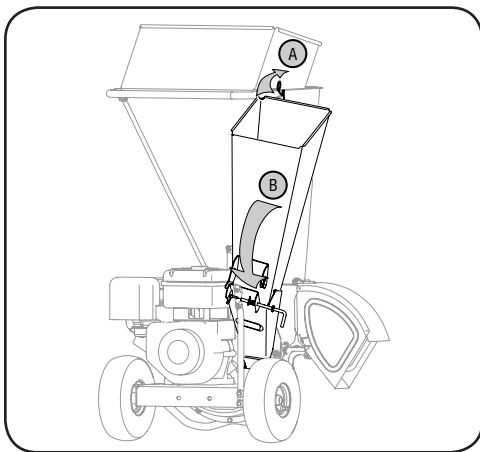

Figura 2-1
1. Tire del pasador con resorte hacia arriba. Vea A en la Figura 2-1.
2. Gire suavemente el canal de la astilladora hacia abajo hasta que se traben en la varilla de seguridad. Vea B en Figura 2-1.